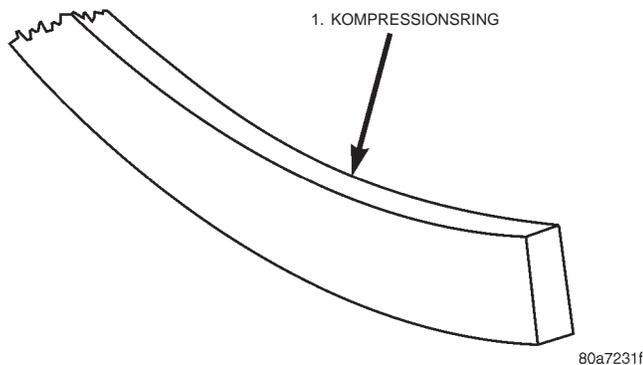

Abb. 8 Kennzeichnung/Kompressionsring
(5) Die Ölabstreifringe sind identisch und können daher in beliebiger Einbaulage montiert werden. Zur Montage der oberen und unteren Abstreifschneide ist kein Werkzeug erforderlich. Zuerst den Expander ring, dann die Abstreifschneide einsetzen.
(6) Die beiden Kompressionsringe sind nicht identisch und dürfen daher nicht vertauscht werden. Der obere (1.) Kompressionsring weist auf der Außendichtfläche eine glänzende Beschichtung auf und kann in beliebiger Einbaulage montiert werden (Abb. 8).